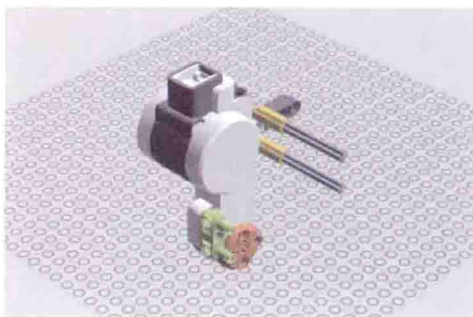

图 1-16
12. 接下来, 在电动机上面添加一个有桩 3M 柱 (见图 1-16)。